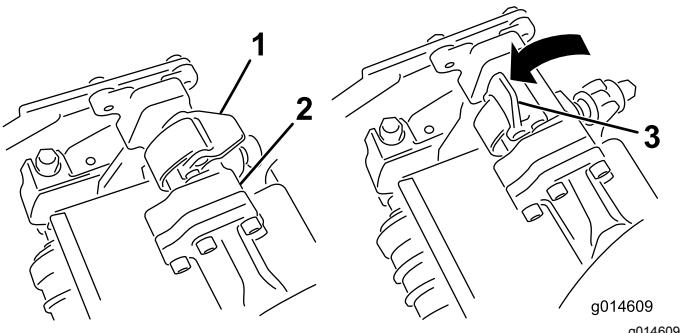

Figura 44
3. Com os fechos na barra do braço de suspensão a apontar para cima (i.e. abertos) (Figura 44), empurre o braço de suspensão para baixo de forma a que a barra passe pela barra através da parte superior da unidade de corte (Figura 45).
4. Feche os fechos para baixo e em redor da barra da unidade de corte e bloqueeie-os no sítio (Figura 44).
4. Abra os fechos na barra do braço de suspensão da unidade de corte que está a remover (Figura 44).